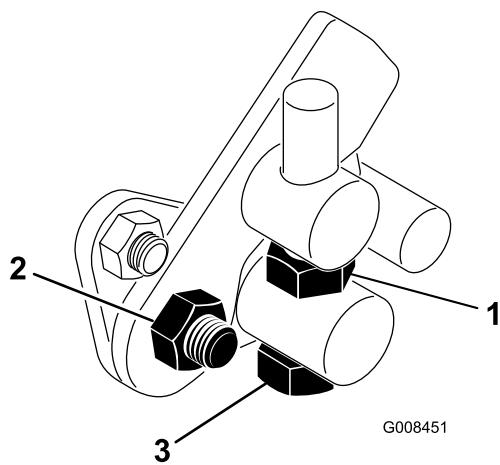

Figura 44
- Afloje la contratuerca del tornillo de caperuza del muñón (Figura 44).
4. Apriete la contratuerca del perno del muñón y la tuerca de la articulación del pedal para bloquear el ajuste (Figura 44). Compruebe el funcionamiento, y vuelva a ajustar si es necesario.